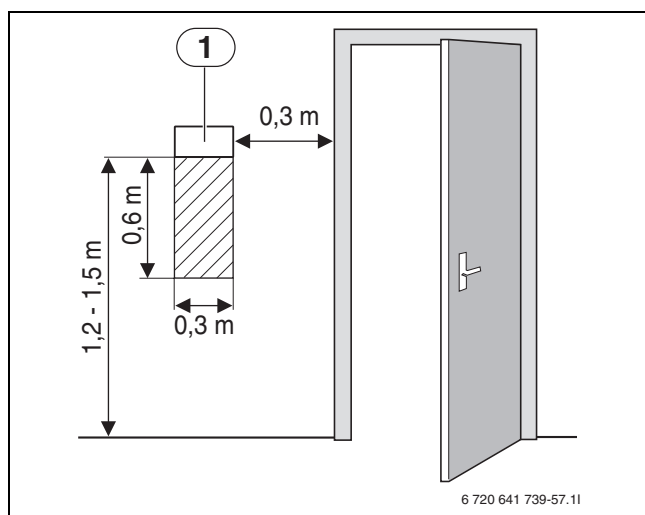

Bild 20 Rekommenderad monteringsplats för rumsgivare
- ▶ Obehindrad cirkulation av rumsluften under rumsgivaren (streckad yta ska hållas fri (→ bild 20))